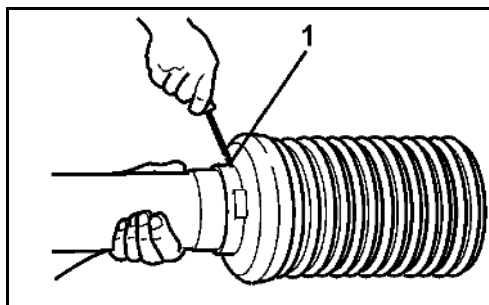

Bild 51
3. Dra skyddstratten (Bild 51/1) till monteringsläge.
4. Dra bort halva skyddet (Bild 51/3).